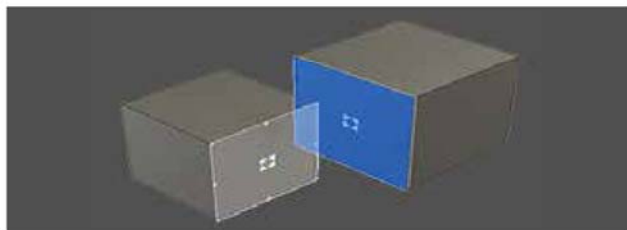

图 2-79
(14) 对齐：通过将从对象选择的几何图元与在其他位置选择的几何图元对齐来移动对象（零部件、草图、实体、工作几何图元）。几何图元可以是点、线、平面、圆或坐标系。在要移动的对象上选择点，然后在要对齐的面上选择点，单击“反转”和“角度”按钮以旋转对象，如图 2-79 所示。